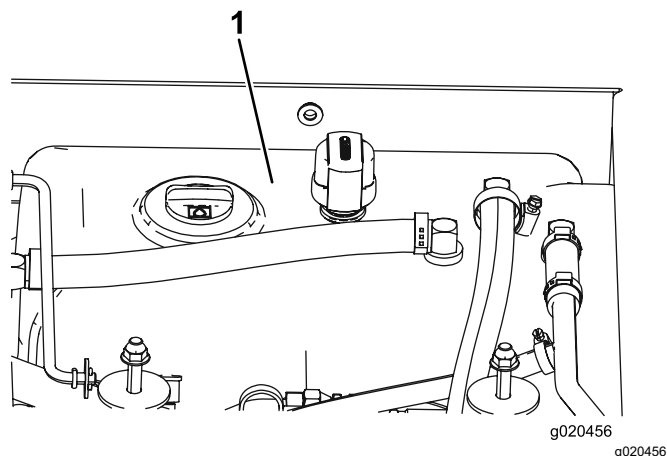

Figura 116
4. Riempite il serbatoio (Figura 116) di fluido idraulico; fate riferimento a Specifiche del fluido idraulico (pagina 79).